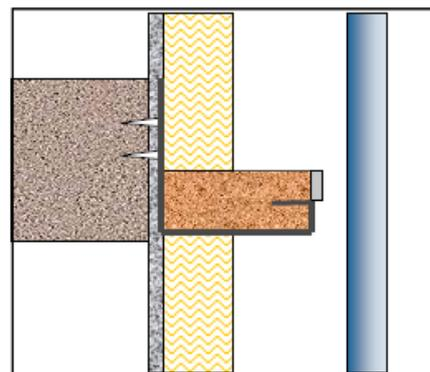

Imagen 3. Fijación barreras de gran tamaño (>250mm)
b. Para barreras de ancho > 250 mm, el ala de la ménsula que queda libre tiene en su extremo una pestaña que gira hacia el interior de la fachada. La barrera descansa en dicha ala y se inserta la muesca en la barrera (imagen 3).